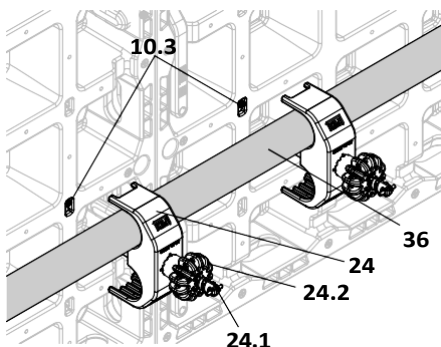

Fig. A3.11a
1. Поставете захващането DUO (24) на стоманена тръба ( $\varnothing$  48 mm) (36).
2. Закачете захващането DUO (24) в свързващата точка (10.3) на елемента с T-образен болт (24.1) и го завъртете на 90°.
3. Затегнете захващането DUO с ръкохватката DW 15 (24.2). (Fig. A3.11a)